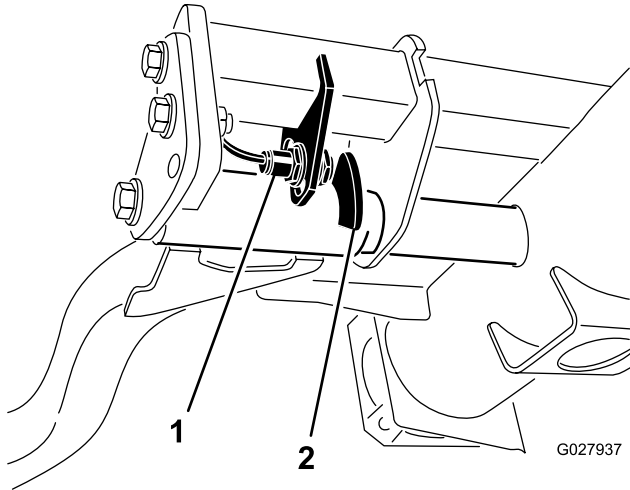

図 66
2. 昇降アームのスイッチは、油圧のメインタンクの下にある右前昇降アームの後ろ側に装着されている図 66。
3. スwitchの取り付けねじをゆるめ、スイッチの位置を下げると、昇降アームの旋回高さが高くなり、上げると、昇降アームの旋回高さが低くなる図 66。